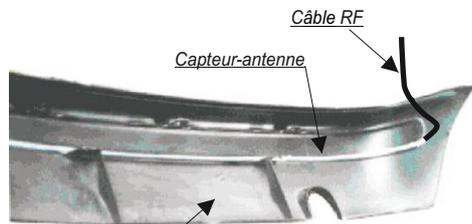

Fig. 2
b) À travers le passage individué, prenez le câble RF à l'intérieur du coffre et laissez à l'extérieur le terminal. (Fig. 2)